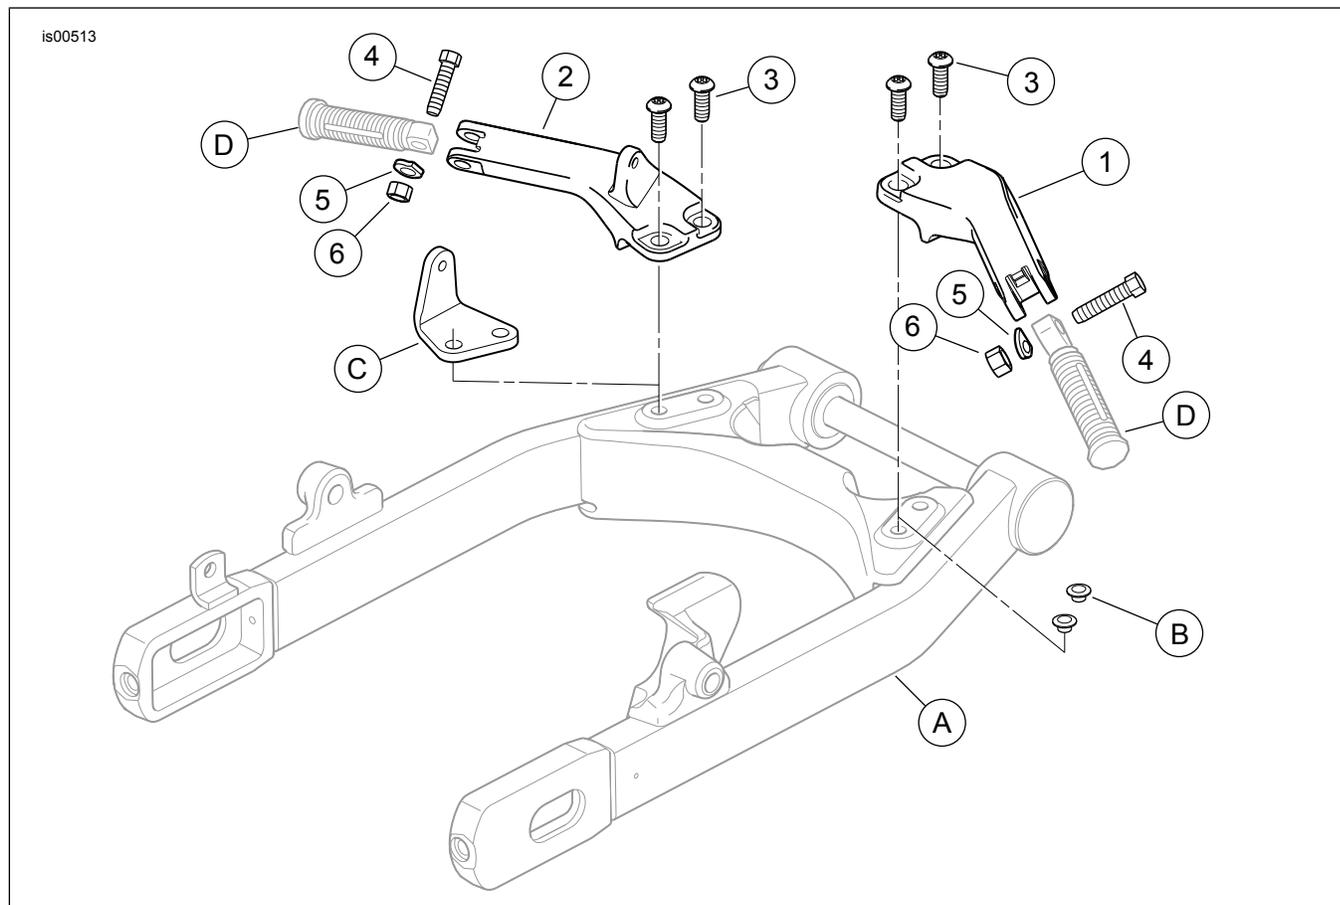

Figure 5. Pièce détachées, kit de montage d'appui-pied de passager
Voir la Figure 5 et le Tableau 1.
6. Retirer les deux vis à capuchon à tête hexagonale (4) qui attachent le support de montage de protection de courroie (5) à la fourche arrière. Le support et les vis peuvent être jetés.
7. Voir la Figure 5. Obtenir le support d'appui-pied de gauche (2) et deux vis autotaraudeuses (3) du kit. Installer le support à l'emplacement de montage comme indiqué et serrer les vis à un couple de 34 à 47 N·m (25 à 35 lb·pi).
1. Voir la Figure 5. Installer un appui-pied de passager (acheté séparément) sur chaque support d'appui-pied comme indiqué en utilisant une vis à capuchon à tête hexagonale (4), une rondelle à ressort (5) et un contre-écrou (6) du kit.